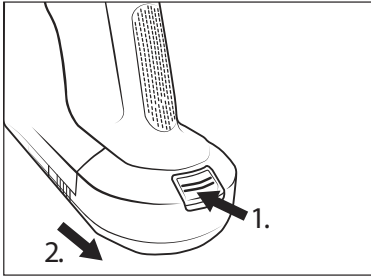

Abb. 13
- ♦ Um den Akku **2** vom Gerät zu entfernen, halten Sie die Akku-Entriegelungstaste **1** gedrückt und ziehen Sie den Akku **2** aus dem Gerät (siehe Abb. 13).